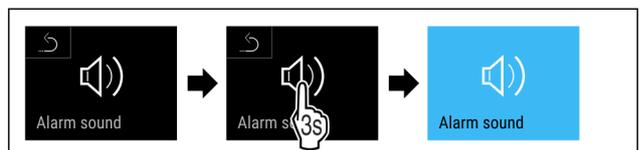

Fig. 110
- u Handlungsschritte (siehe Fig. 110) durchführen.